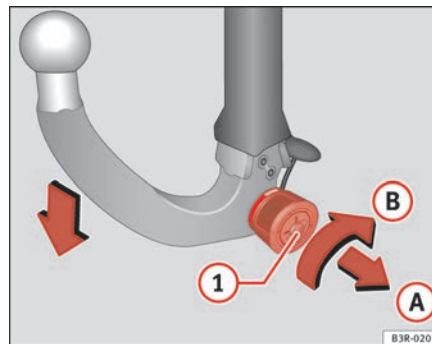

Fig. 164 Dispositivo de reboque desmontável: Desmontar a rótula
- Introduza a chave na fechadura **(1)** ⇒ fig. 164 da roda recartilhada.